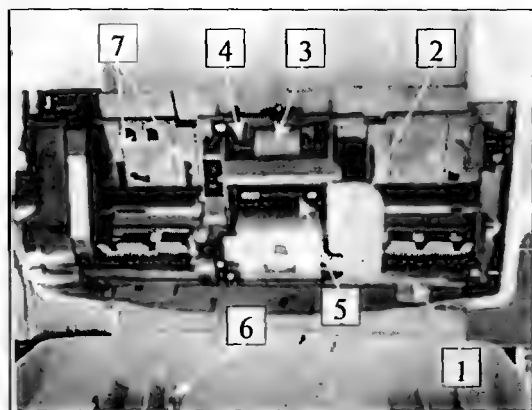

Рис. 9.20
- Открывают верхнюю крышку механизма подачи бумаги (ADF) (рис. 9.20). Для устранения застрявшей бумаги в нем предусмотрена съемная направляющая 1 (она выполнена из